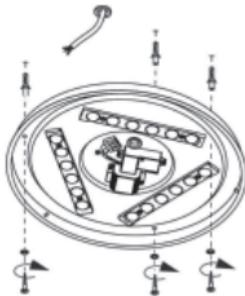

fig.2
- 3. Fig. 2:** Houd de drager tegen de muur en markeer de boorpunten, boor de gaten, en plaats de plug. Gebruik geschikt materiaal voor houten muren of lichtgewicht muren. Steek de kabel door het gat in de basisplaat. Maak de basisplaat vast met schroeven.